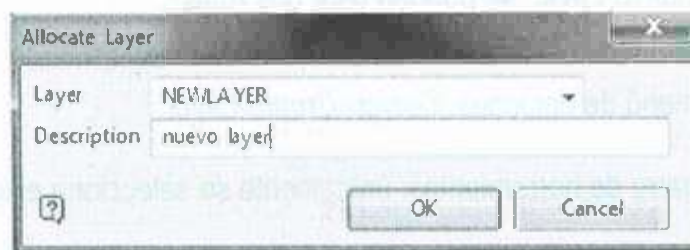

Imagen 4.3
- NEW LAYER, el cual tendrá la descripción: nuevo Layer, (imagen 4.3):